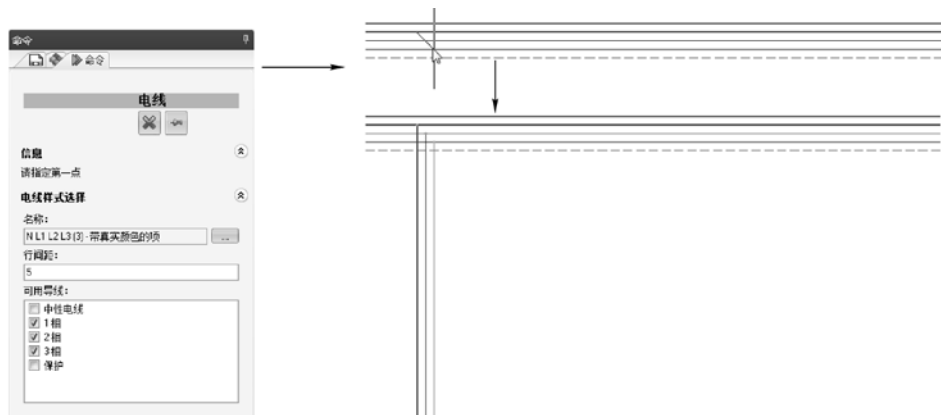

图 7-17 绘制多线中的三条导线
STEP 3 再次单击“绘制多线”按钮，并在左侧可停靠面板中取消选中“中性电线”和“保护”复选框，如图 7-17 左图所示。然后在如图 7-17 右上角视图所示的位置单击，向右下角拖动单击，然后向下拖动，再右击结束多线的绘制，如图 7-17 右图所示。